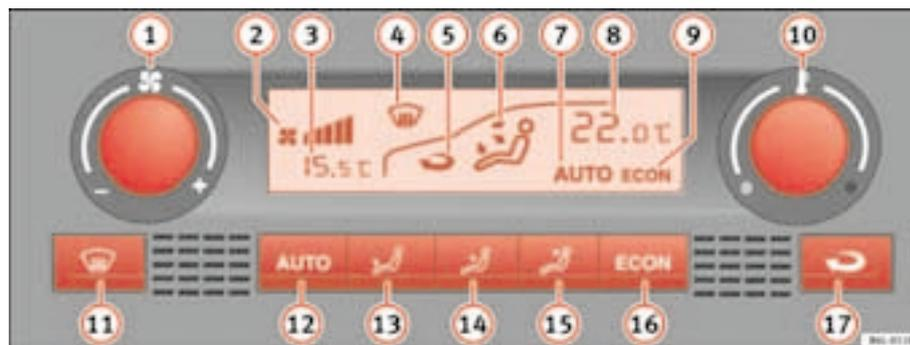

Fig. 93 Mandos del Climatronic en el tablero de instrumentos
- Gire el regulador de la temperatura ⇒ **página 129, fig. 93 10** para ajustar la temperatura.
- Pulse la tecla . Se visualiza la indicación ⇒ **página 129, fig. 93 7**.
- Pulse una de las teclas ⇒ página 129, fig. 93 **13** a **15** o gire el regulador del ventilador **1**. Se apaga la indicación **7**.
- Pulse la tecla  para conectar o desconectar la recirculación de aire. Está conectada si aparece el símbolo  ⇒ página 129, fig. 93  en la pantalla.